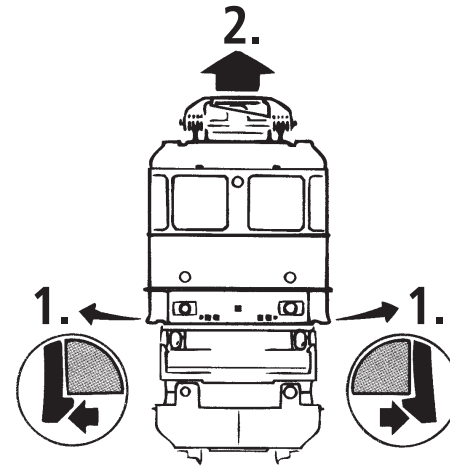

Fig. 4
3. Haftreifenwechsel: Zuerst die Drehgestellblende abnehmen (Fig. 4). Danach den **Radsatz** herausnehmen und die **Haftreifen** mit einer Nadel od. mit einem feinen Schraubendreher abziehen (Fig. 4). Beim Aufziehen der neuen Haftreifen darauf achten, dass diese sich nicht verdrehen.
3. Change of traction tyre: Remove the bogie blind (fig. 4). Take out **wheel set** and remove **traction tyre** using a pin or a fine screwdriver (fig. 4). When pressing on the new traction tyre please **avoid twisting it**.
3. Échange des bandages d'adhérence: Démontez d'abord **les flancs de bogies** des engrenages (fig. 4). Délogez ensuite les essieux bandagés et enlevez, à l'aide d'une aiguille ou d'un tournevis fin, les bandages d'adhérence (fig. 4). Lors du montage des nouveaux bandages veuillez veiller à ce que les bandages **ne soient pas tordus**.